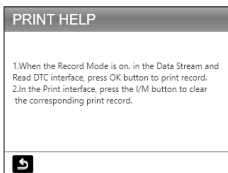

図 9.1.4
4. [ヘルプの印刷]（図 9.1.4）を選択し、[OK] を押して、テストレポートの印刷説明を検査します。